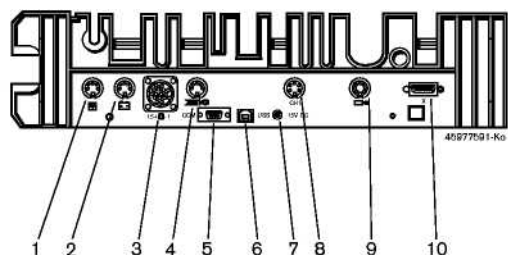

Рис.3. Панель подключений BEA 8xx (вид снизу):
2. Подключить датчики к предусмотренным гнездам измерительного модуля (см. рис. 3). Кабель с адаптером 1 684 465 513 присоединяется только в случае необходимости.